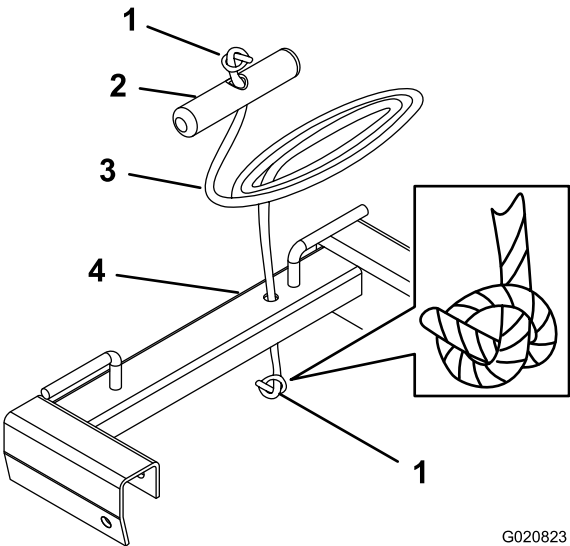

Figura 4
1. Pase el extremo de la cuerda por un tirador (Figura 4).
2. Haga un nudo simple en el extremo libre de la cuerda (Figura 4).
3. Pase el extremo libre de la cuerda por el taladro del travesaño derecho (Figura 4).